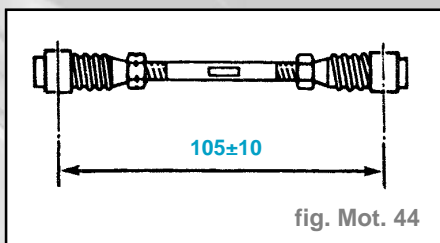

fig. Mot. 44
- Prérégler la biellette (fig. Mot. 44).